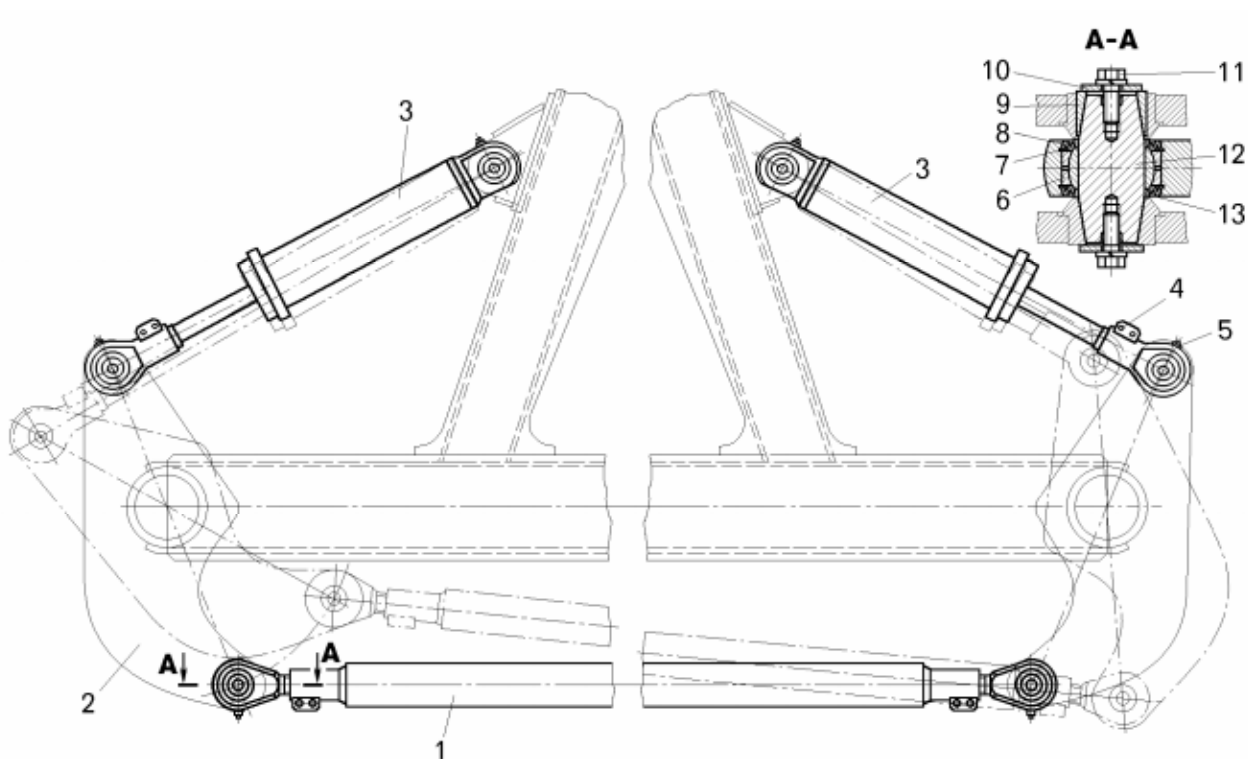

Рисунок 8.2.6 – Установка тяги рулевой трапеции и цилиндров поворота на переднюю ось:
- отвернуть болты 11 (рисунок 8.2.6), снять прижимные пластины 10 и распорные втулки 9 крепления пальцев 12 наконечников тяги к рычагам рулевой трапеции;
- установить рулевую тягу 1 (рисунок 8.2.6) в проушины рычагов рулевой трапеции при помощи грузоподъемных средств;